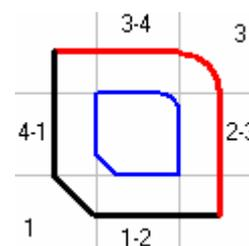

Рис. 112
3. Переключиться на закладку *Торцы* и на схематичном изображении панели щелкнуть по углу 3. Стороны 3-4, 2-3 и угол 3 будут выделены цветом (рис. 112).